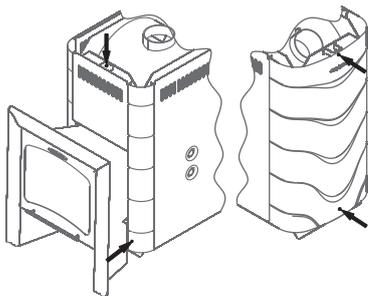

Bild 9. Demontage des Ofenkonvektors «Angara 2012»
2. 5 Bohrschrauben lösen und Konvektor abnehmen (Bild 9)